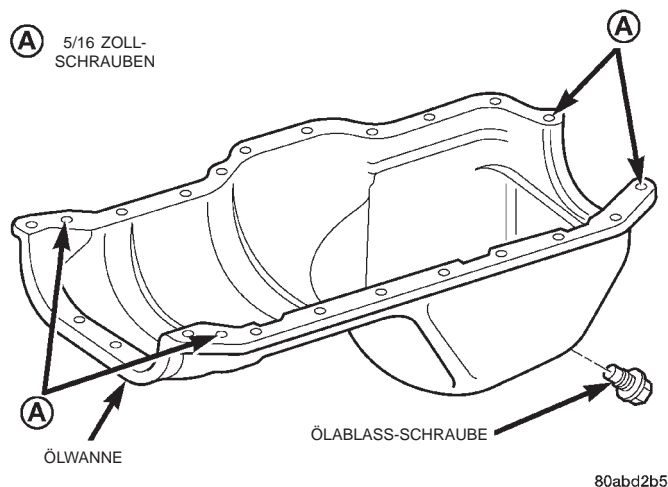

Abb. 61 Anordnung der 5/16 Zoll-Ölwannehalterungen
(5) Die einteilige Dichtung auf Motorblock und Steuerkettendeckel auflegen.
(6) Ölwanne über die Bolzen auf die Dichtung aufsetzen.
(7) Die 1/4 Zoll-Ölwannehalterungen ansetzen und mit einem Anzugsmoment von 9,5 N·m (84 in. lbs.) anziehen. Die 5/16 Zoll-Ölwannehalterungen ansetzen (Abb. 61) und mit einem Anzugsmoment von 15 N·m (132 in. lbs.) festziehen.
(8) Zentrierbolzen herausdrehen. Die restlichen 1/4 Zoll-Ölwannehalterungen eindrehen und mit 9,5 N·m (84 in. lbs.) anziehen.
(9) Motor in die Motoraufhängung absenken.
(10) Durchsteckschrauben eindrehen und Muttern anziehen.
(11) Wagenheber ganz absenken und Holzklötzchen wegnehmen.
(12) Deckel der Montageöffnung in der Kupplungs- bzw. Wandlerglocke einsetzen.
(13) Anlasser einbauen.
(14) Auspuffrohr an der Aufhängung und am Auspuffkrümmer montieren.
(15) Getriebeölkühlleitungen (je nach Ausstattung) und Halterungen der Lambda-Sonde (an die Stehbolzen der Ölwanne) einbauen.
(16) Ölablaßschraube an der Ölwanne ansetzen (Abb. 61). mit einem Anzugsmoment von 34 N· (25 ft. lbs) festziehen
(17) Fahrzeug absenken.
(18) Batterie-Minuskabel (-) anklemmen.
(19) Vorgeschriebene Motorölmenge einfüllen.